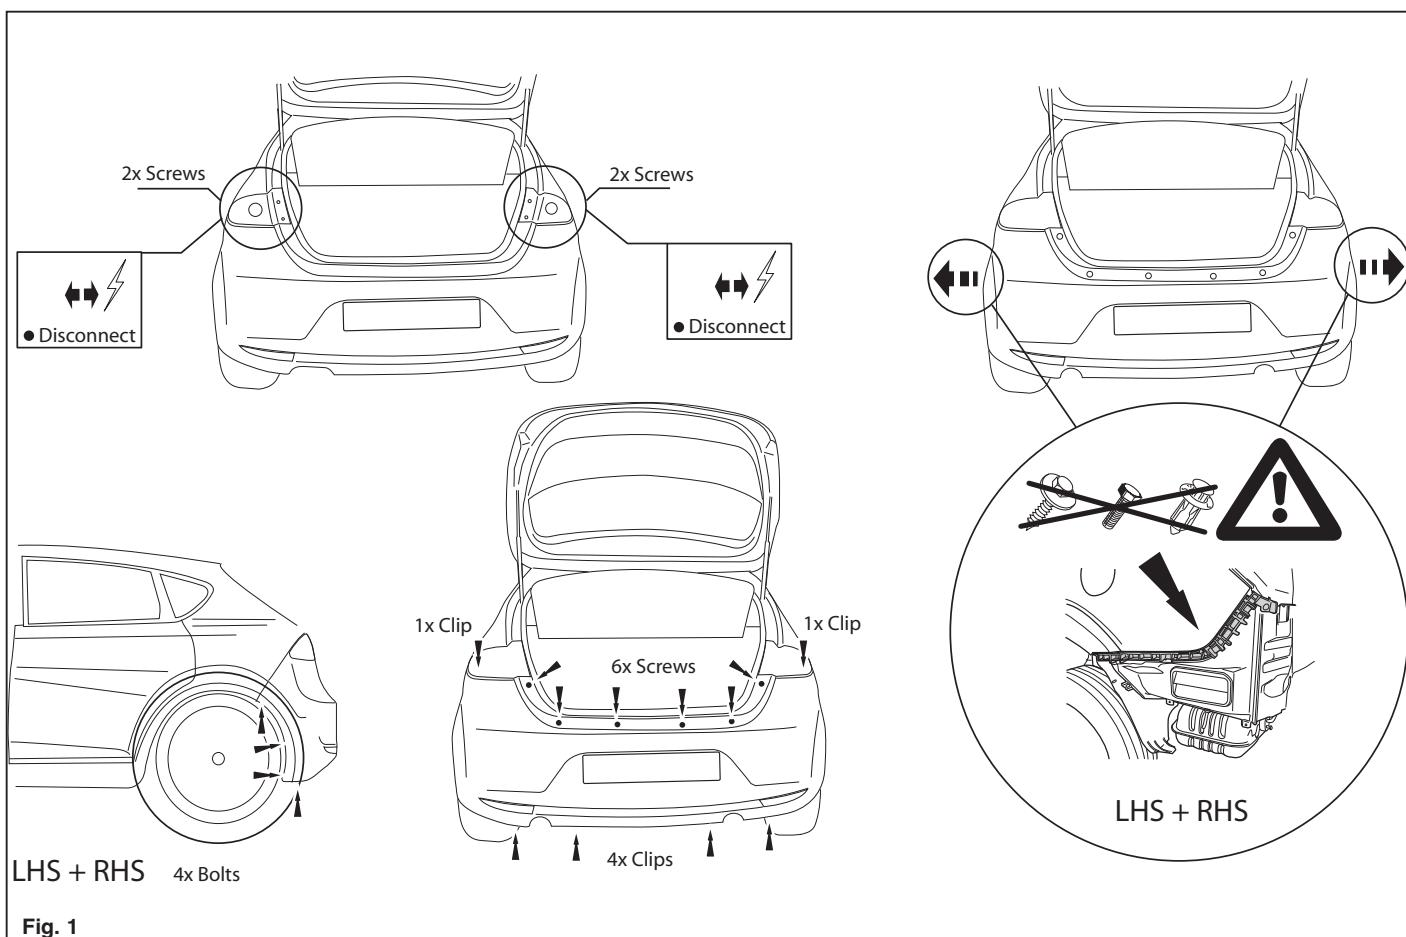

Fig. 1
2. Démonter les feux arrière. Voir la figure 1.
3. Démonter le pare-chocs. Voir la figure 1.